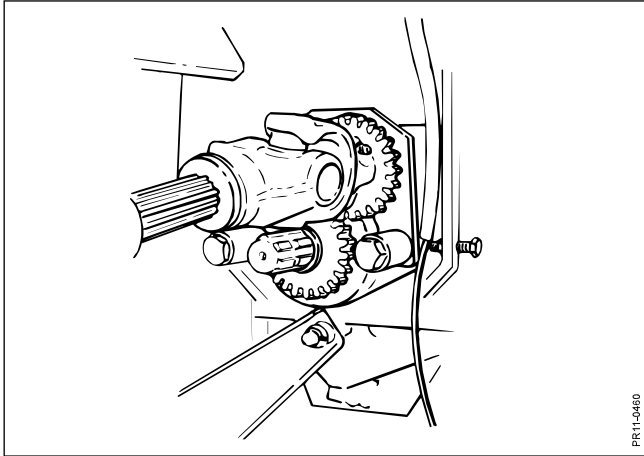

Fig. 4-16
- Fig. 4-16** 4. KO-akslen for rotoren monteres på den frie tap på rotorhuset. KO-akslen skal fastlåses på pos. 2, hvorved tandhjulene kommer i indgreb og rotoren vil køre med modsat omdrejningsretning.